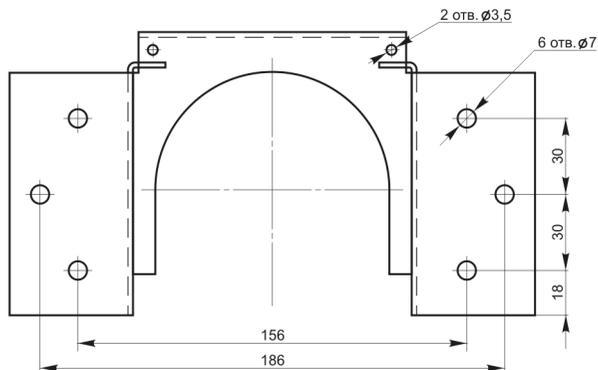

Рис. 4. Крепёжная площадка МПП «Гарант-Д» во взрывозащищенном исполнении.
6.2. Закрепить крепёжную площадку модуля в соответствии с определенными местами (по проекту) и разметкой отверстий (рис. 4).